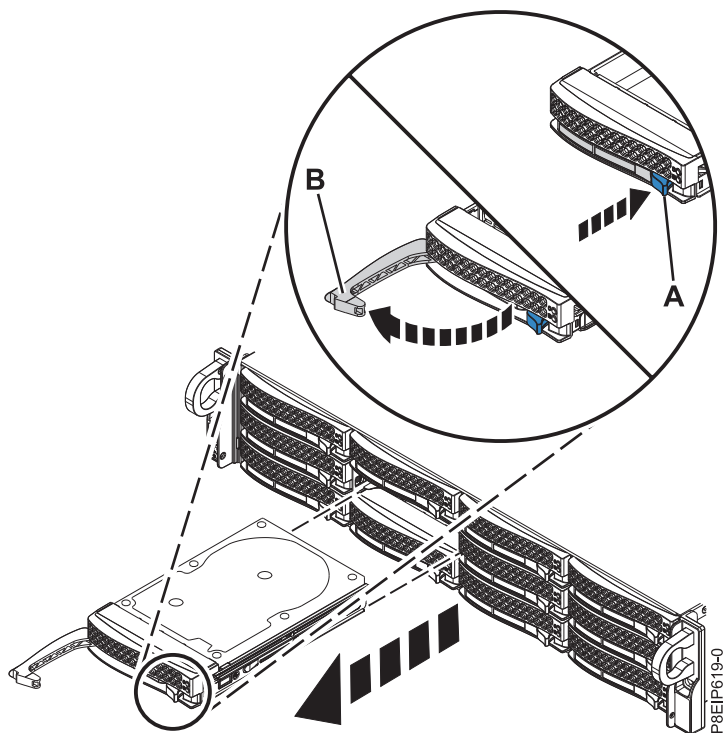

Figure 1. Retrait d'une unité
3. Déverrouillez la poignée de la baie d'unité (**B**) en poussant le loquet de la poignée (**A**) comme indiqué dans la figure 1, à la page 5. La poignée (**B**) sort d'un coup sec. Si la poignée n'est pas complètement sortie, l'unité ne peut pas être retirée du système. Si l'unité ne correspond pas au numéro de série que vous avez noté à l'étape précédente, réinstallez l'unité dans la baie dont vous l'avez retirée et vérifiez les autres baies d'unités.